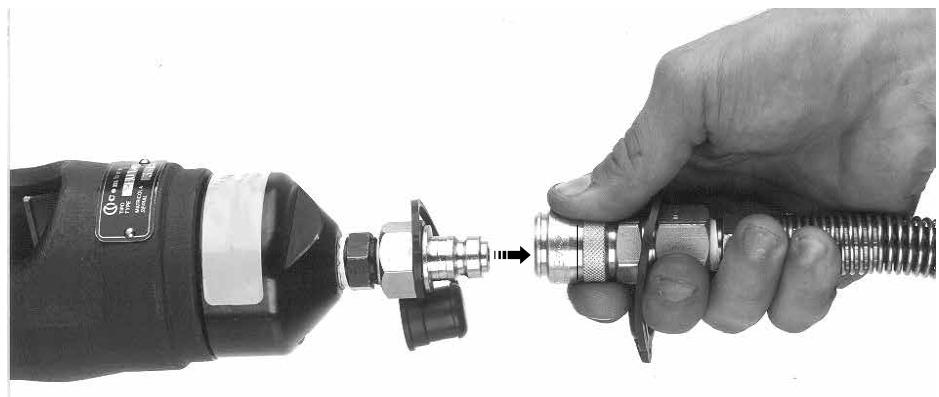

FIG. 2
- Innesto: la pompa è fornita completa di tubo flessibile per alta pressione provvisto di innesto rapido femmina con bloccaggio automatico e può essere connessa a teste oleodinamiche di costruzione **Cembre** (vedi Fig. 2).